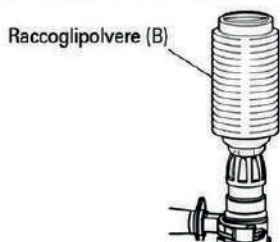

Fig. 5
## 7. Installazione del raccogli polvere o del raccogli polvere (B) (accessori opzionali) (Fig. 4, Fig. 5)
Quando si utilizza il raccogli polvere (B), inserirlo sulla punta dell'utensile allineandolo alla scanalatura sull'impugnatura. (Fig. 5)